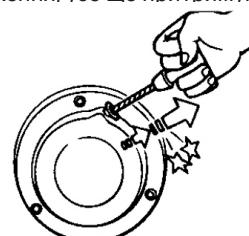

Рис.14
4. Повільно потягніть за рукоятку стартера, доки не відчуєте опір. Це точка «стиснення». Поверніть рукоятку від початкового положення та швидко потягніть. Не витягайте шнур повністю. Після запуску двигуна дайте рукоятці стартера повернутися у вихідне положення, все ще притримуючи її (Рис.14).